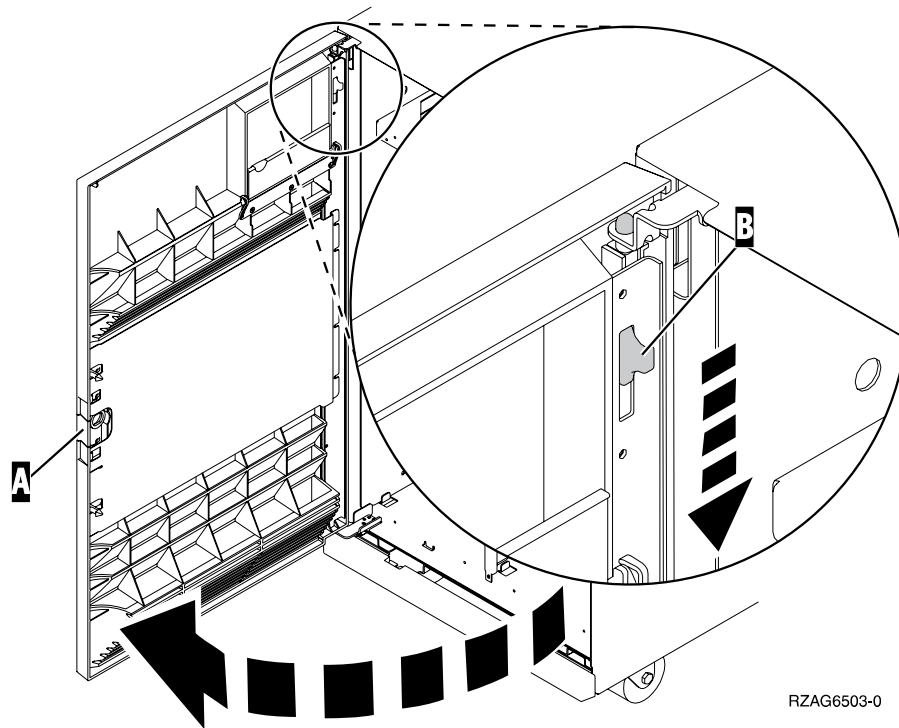

Figure 42. Ouverture du panneau avant
- ___ 7. Ouvrez le panneau avant à l'aide du loquet **A**, comme illustré à la figure 42 à la page 62.